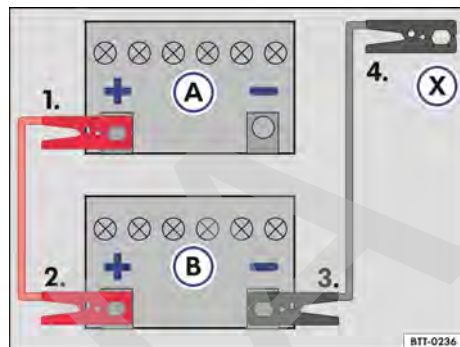

Fig. 144 Esquema para la conexión de los cables auxiliares de arranque: batería del vehículo descargada (A) y batería del vehículo que provee la corriente (B).
Leyenda para → fig. 144:
Conectar el cable de arranque auxiliar solo en la secuencia 1 – 2 – 3 – 4 → fig. 144.
- Conectar un extremo del cable de arranque auxiliar *rojo* al polo positivo (+) del vehículo con la batería del vehículo descargada → fig. 144 (A) → ⚠.
- Conectar el otro extremo del cable de arranque auxiliar *rojo* al polo positivo (+) del vehículo que suministra corriente (B).
- Conectar un extremo del cable de arranque auxiliar *negro* al polo negativo de la batería del vehículo que suministra la corriente (B).
- Conectar el otro extremo del cable de arranque auxiliar *negro* (X) al vehículo con la batería del vehículo descargada en una pieza maciza de metal atornillada firmemente al bloque del motor o en el mismo bloque del motor - aunque no cerca de la batería (A) → ⚠.